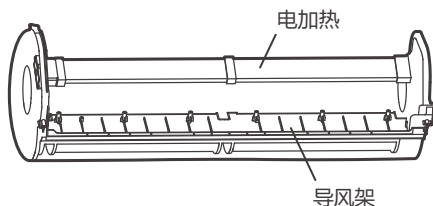

图 3
- 辅助电加热器装配在室内机导风架上，其装配方法如图3所示，它属于PTC电加热器，其功率以机器上所贴的铭牌数据为准。